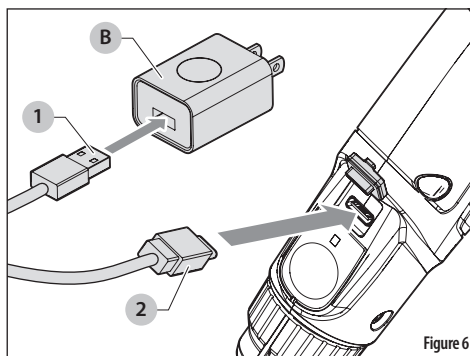

Figure 6
1. Branchez le chargeur (B) sur une prise de courant adaptée.
2. Vérifiez que le câble USB-C (1) est bien inséré dans le chargeur.
3. Insérez l'autre extrémité du câble USB-C (2) dans le port de chargement situé au-dessus du bouton d'alimentation, sur la poignée du pulvérisateur électrique avec lance. Voir Figure 6